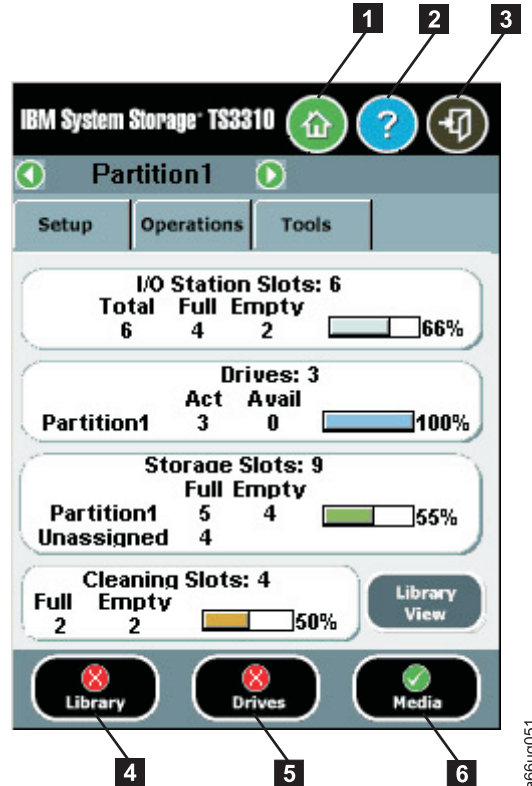

Figura 5-1. Elementos de cabeçalho comuns do Painel do Operador e botões de status do subsistema
- **Home** (1 na Figura 5-1) - exibe a tela **Capacity View** padrão que comuta para a tela **Library View**.
- **Help** (2 na Figura 5-1) - ajuda sensível a contexto para a página associada
- **Logout** (3 na Figura 5-1) - habilidade em efetuar logout
- **Library** (4 na Figura 5-1)- abre uma tela de seleção de menus da biblioteca e, em seguida, as intervenções do operador para a biblioteca.
- **Drives** (5 na Figura 5-1)- abre a tela de intervenção do operador para unidades.
- **Media** (6 na Figura 5-1)- abre a tela de intervenção do operador para mídia.